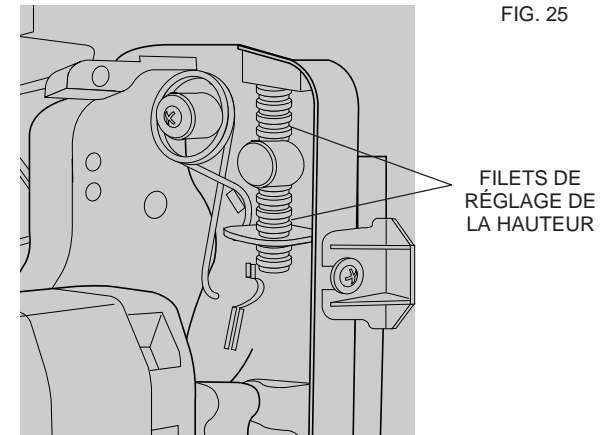

FIG. 25
c) Nettoyer et lubrifier les filets de la vis de réglage de la hauteur qui se trouve sous la scie avec de la graisse d'usage général (fig. 25).